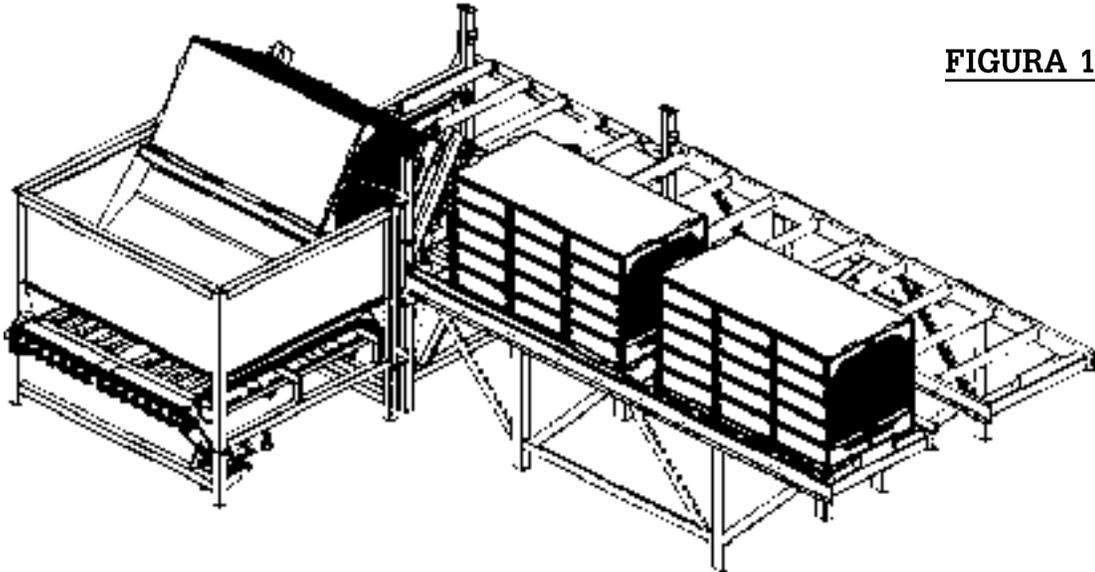

FIGURA 11
10. Tire de la tercera palanca hidráulica (VOLTEO DEL DESCARGADOR) y manténgala hasta que los cilindros de la cuna estén completamente extendidos. Los cilindros están completamente extendidos cuando la cuna deja de inclinarse hacia arriba. Entonces suelte la palanca (Ver la figura 11).